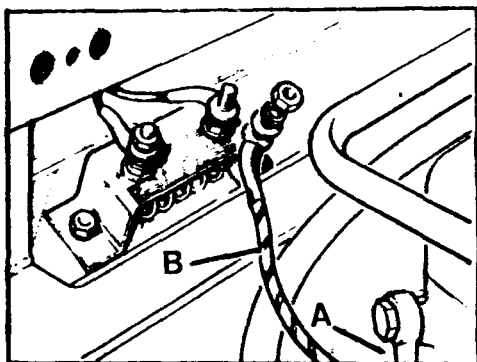

Fig. A1-65 Desmontaje de accesorios
- 1.7. Desmontar la tubería de comunicación de aceite entre bloque y culata, A (Fig. A1-65).
- 1.8. Desconectar el cable de alimentación de las bujías de caldeo, B (Fig. A1-65) y el cable del termistor.